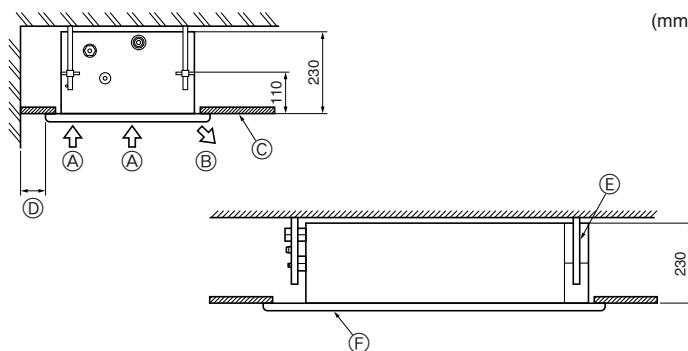

Fig. 2-2
2.2. Bakım için yer (Fig. 2-2)